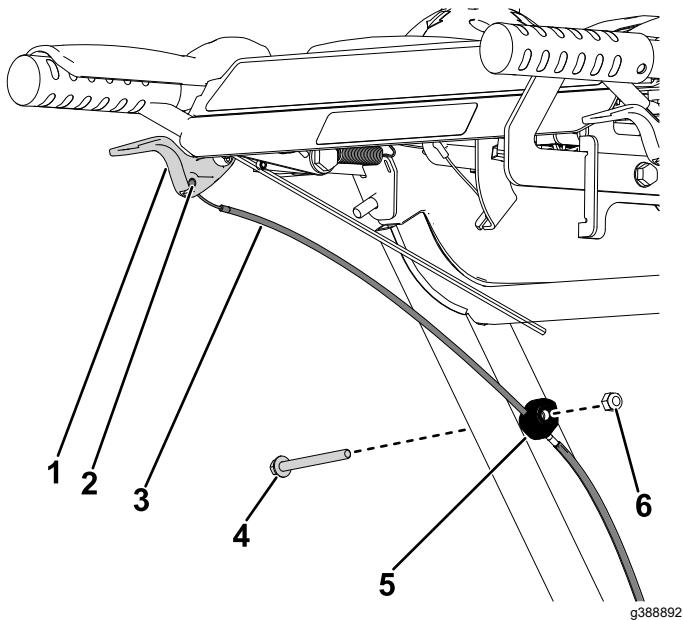

Figura 5
6. Desde el lado izquierdo de la máquina, desconecte el cable del embrague de la palanca del embrague (Figura 5). Repita lo mismo en el lado derecho.
7. Desde el lado izquierdo de la máquina, retire la tuerca hexagonal ($\frac{1}{4}$ ") y el perno ($\frac{1}{4}$ " x $2\frac{3}{4}$ ") que fijan la abrazadera al tubo del manillar inferior (Figura 5). Repita lo mismo en el lado derecho.